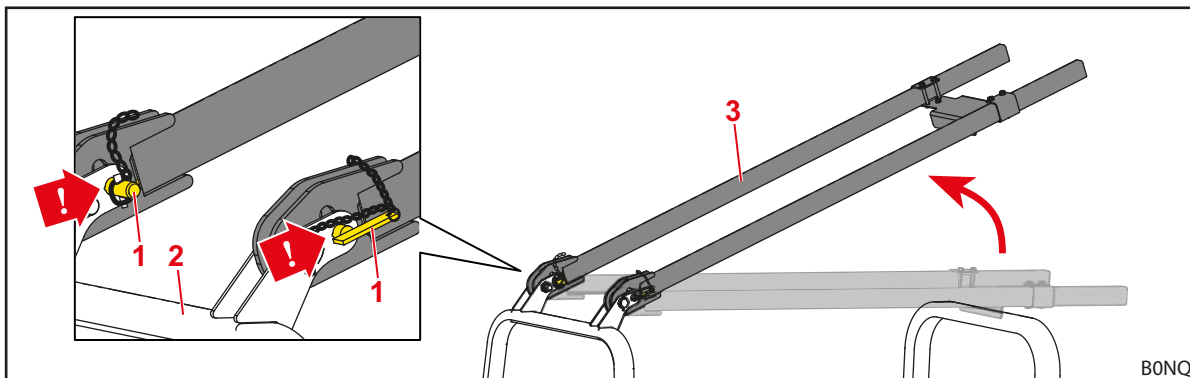

Fig. 40 Traverser som er foldet opp og sikret i de nedre hullene
- (1) Sikre de lange traversene i de nedre hullene.
- Sikre de lange traversene med festebolter i de nedre hullene (sammenligne Fig. 40).
- (2) Fold opp den nedre bøylen (se beskrivelse for OPG uten lange traverser i begynnelsen av kapittelet).
- (3) Fold ned de lange traversene.